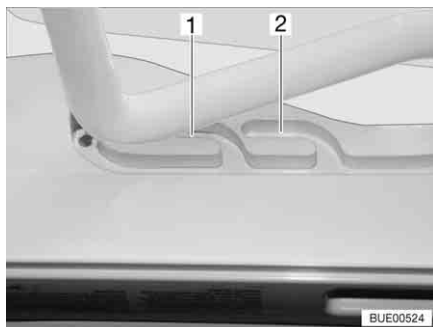
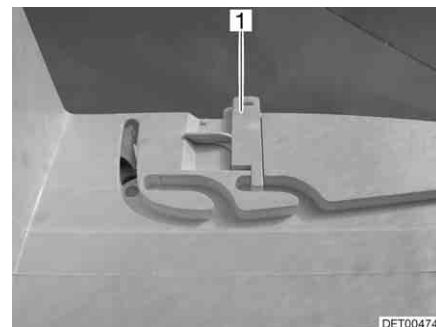

Bild 80 Heki-takluckan i ventilationsläge
Bild 81 Lås ventilationsläge
Heki-takluckan kan ställas i två ventilationslägen: Läget för dåligt väder (Bild 80,1) och mittläget (Bild 80,2). Beroende på modell kan takluckan låsas i mittläget med de båda spärrarna (Bild 81,1) till höger och vänster om ramen till takluckan.
- Tryck bygel lätt uppåt och skjut in den i det valda spåret (Bild 80,1 eller 2) och lås eventuellt.